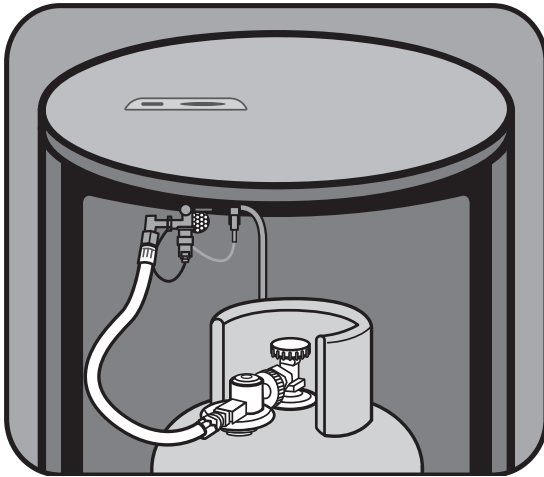

Abb. 3: Installation der Gasflasche
1. Stellen Sie die Gasflasche in den Innenraum des Gas-Heizofens. Beachten Sie dabei: Der Gasschlauch darf auf keinen Fall geknickt und/oder verdreht werden. Drehen Sie die Flasche so, dass Gasschlauch und Druckregler nach außen zeigen (siehe Abb. 3).